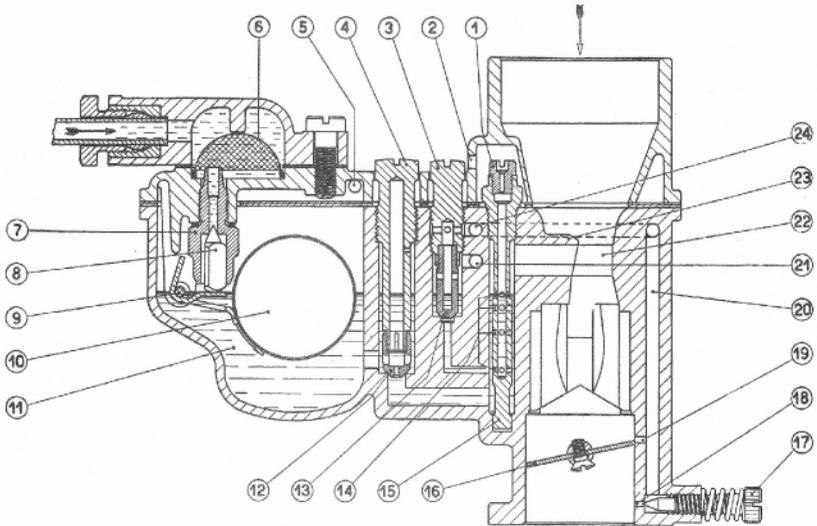

Abb. 3
Legende für Schnittzeichnungen Abb. 3 und 4
Aus dem Funktionsschema in Abb. 3 ist ersichtlich, dass die Luft von oben in den Vergaser eintritt, durch den Lufttrichter strömt, sich dort mit dem aus dem Einspritzrohr (23) austretenden Brennstoff mischt und schliesslich an der Drosselklappe (16) vorbei zu den Zylindern des Motors gelangt.